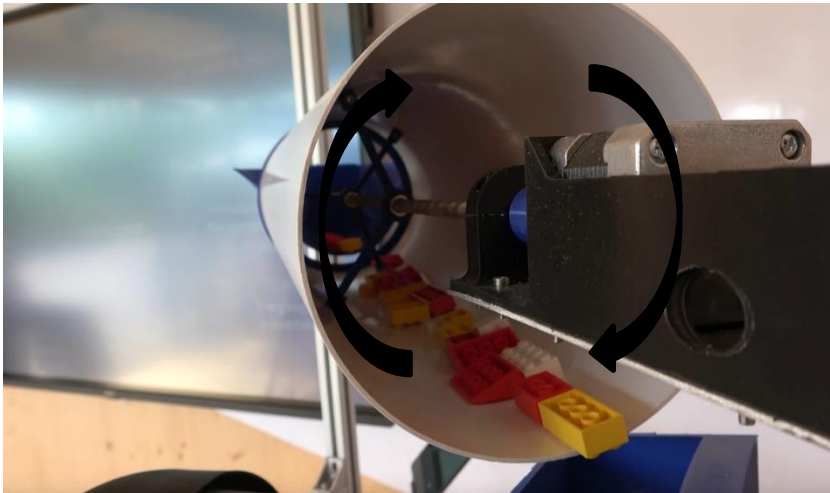

Abbildung 3: Ein rotierendes Rohr vereinzelt Noppensteine [4]
- Die Weiterentwicklung von LegoLAS (LegoLAS 2.0), nutzt rotierende und schwenkende Rohre (Abbildung 3), um die Legosteine zu vereinzeln und ebenfalls eine KI, um die Steine zu erkennen. Die Maschine sortiert nach Form und Farbe. [4]